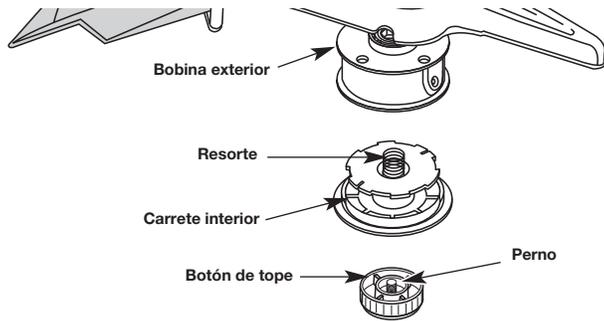

Fig. 27
1. Sostenga la bobina exterior con una mano y desenrosque el botón de tope en sentido horario (Fig. 27). Inspeccione el perno de adentro del botón de tope para verificar que se mueva con libertad. Cambie el botón de tope si está dañado.
2. Saque el carrete interior de la bobina exterior (Fig. 27).
3. Saque el resorte del carrete interior (Fig. 27).
1. Sostenga la bobina exterior con una mano y desenrosque el botón de tope en sentido antihorario (Fig. 27). Inspeccione el perno dentro del botón de tope para verificar que se mueva con libertad. Cambie el botón de tope si está dañado.
2. Saque el carrete interior viejo de la bobina exterior (Fig. 27).
3. Saque el resorte del carrete interior viejo (Fig. 27).